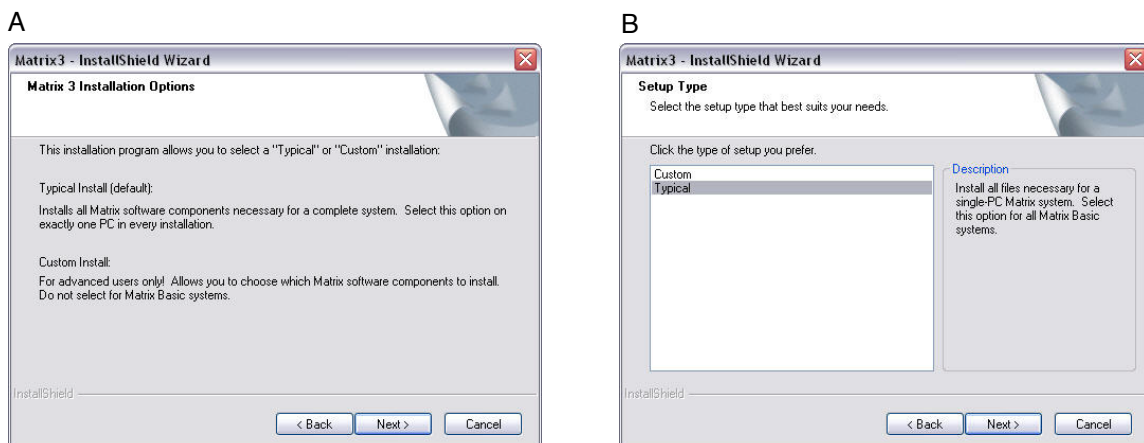

Рис. 5
- После нажатия кнопки «NEXT» [ДАЛЕЕ] для принятия условий лицензионного соглашения появится экран (А) параметров установки (Рис. 5). В этом экране отображаются два доступных для выбора типа установки.
После нажатия кнопки «NEXT» [ДАЛЕЕ] появится экран (В) «Setup Type» [Тип установки] (Рис. 5). На этом экране можно выбрать требуемый тип установки.